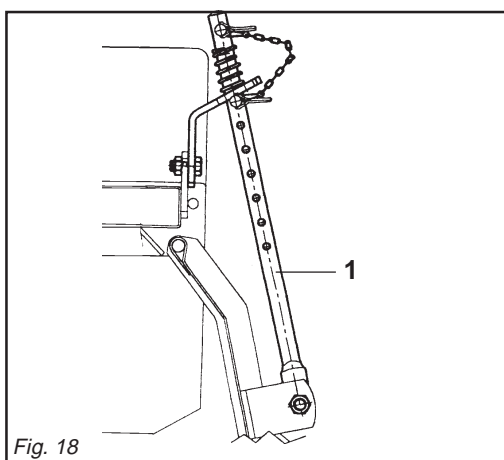

Fig. 18
- 2- Il martinetto a molla (1 Fig. 18) oltre a sostenere la lamiera livellatrice ed ammortizzarla nel trasporto su strada,
- 2- Die Federwinde (1 Abb. 18) trägt nicht nur das Planierschild und dient beim Straßentransport zur Dämpfung von
- 2- Le vérin à ressort (1 Fig. 18) sert de soutien à la tôle de nivellement et de suspension pendant le transport sur route, pour éviter le basculement du
- 2- El gato de resorte (1 Fig. 18), además de sostener la chapa de nivelación y protegerla durante el transporte en
(1 Fig. 18) prevents the steerage hoe from overturning when parking.